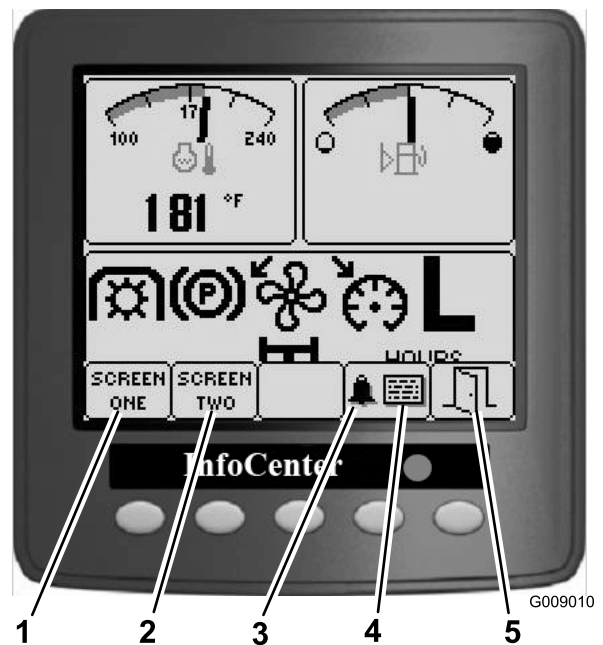

図 13
- ボタンを押すことにより、スクリーン1またはスクリーン2の表示を見る、アラームを停止させる、異常の内容を見る、終了する、といった操作ができます 図 13。